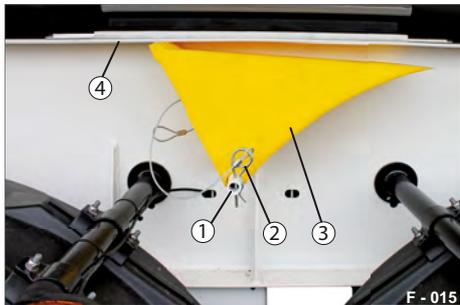

Abb. 40 Unterlegkeil geparkt
- ▶ Ziehen Sie den Federstecker (Abb. 40/2) heraus.